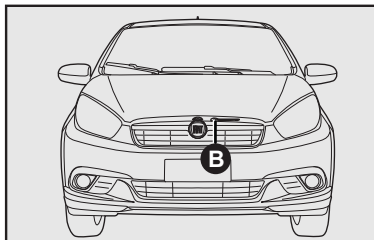

fig. 88
- 2) mover a trava localizada sob o capô para cima **B**-fig. 88;